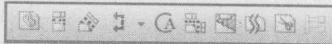

图 1-14 【工程图】工具栏
- 【工程图】工具栏。该工具栏用于提供生成工程视图及对齐尺寸的工具，如图 1-14 所示。